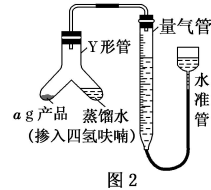

图 2
(5)按图 2 装配仪器、检查装置气密性并装好试剂(Y 形管中的蒸馏水足量, 为了避免氢化铝锂遇水发生爆炸, 蒸馏水中需掺入四氢呋喃作稀释剂), 启动反应的操作是 \_\_\_\_\_。